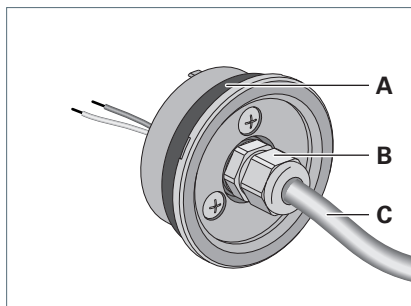

Fig. 3: Apparecchio tubolare RL70.
- Far passare il cavo attraverso il pressacavo **B**, vedi Fig. 3.